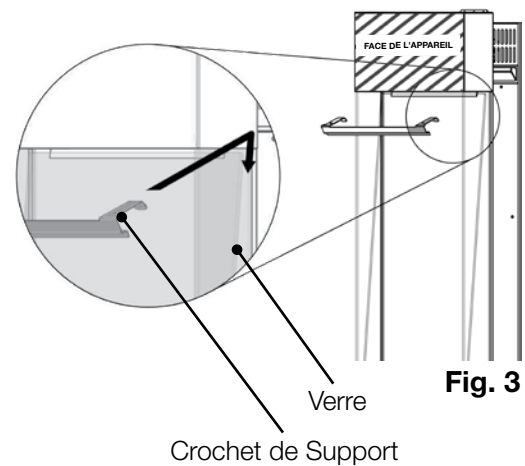

Fig. 3
2. À l'aide des crochets de retenue, accédez à l'arrière du verre puis glissez-le par l'avant (**Fig. 3**).